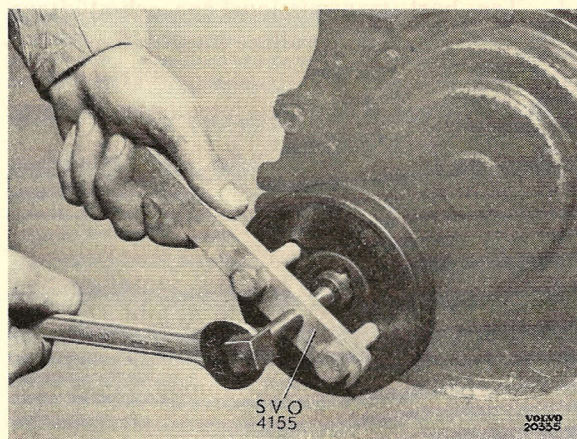

Bild 41.
8. Drag av remskivan på vevaxeln (se bild 41). Använd SVO 1449 till remskiva, tidigare